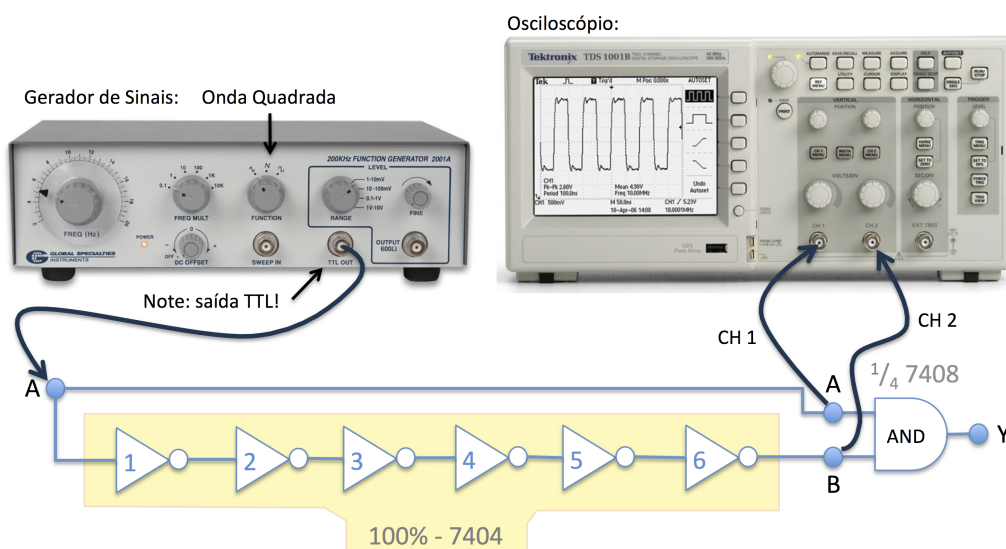

Figura 4.1: Circuito com atraso.
Monte o circuito mostrado na figura 4.1. Notar que o **led só serve para efeitos de teste inicial** do circuito. Com o gerador ajustado para uma frequência tão baixa quanto 2 [Hz], o led deve piscar 2× por segundo. Montar o led na configuração **ativo baixo**. Naturalmente que depois, para medição do atraso de propagação, o gerador deve ser ajustado para operar próximo do seu limite (acima de 1 [MHz]) gerando um onda quadrada não muito distorcida e então o led vai parecer que está ativo todo o tempo. Obs.: **usar a saída TTL do gerador de si-**
Voltando à figura 4.1, conecte o ponto A do circuito no gerador de sinais (onda quadrada, **saída TTL**), ajustando o mesmo para gerar uma onda quadrada, inicialmente na faixa dos 2 Hz apenas para ver o led na saída da porta AND piscar (e se certificar que realizou a montagem sem problemas). Depois passe para sua frequência máxima de operação (≈ 2 MHz), ou numa frequência ligeiramente abaixo para evitar um sinal com muita distorção harmônica (estudar série de Fourier).
- 6) Com base no maior valor entre t_{pLH} e t_{pHL} informado pelo fabricante da pastilha 7404 (o mais conservador), determine a frequência máxima, $f_{máx_{teórico}}$, de operação esperada para o circuito da figura 4.1. Ou seja, **determine à partir de qual frequência** (da onda quadrada colocada na entrada do circuito), a porta AND **não é mais capaz de comutar para nível lógico ALTO**. Apresente os cálculos para $f_{máx_{teórico}}$. Este seria o pior caso, considerando um componente mau fabricado (estatisticamente 95% dos componentes se encontram dentro do valor típico – curva gaussiana).